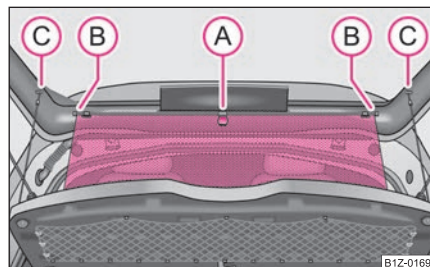

Fig. 52 Desenrollar la cortinilla antisolar enrollable
- Extraer la cortinilla antisolar arrollable por el lazo (A) y colgarla en el soporte (B) ⇒ página 62, fig. 52.